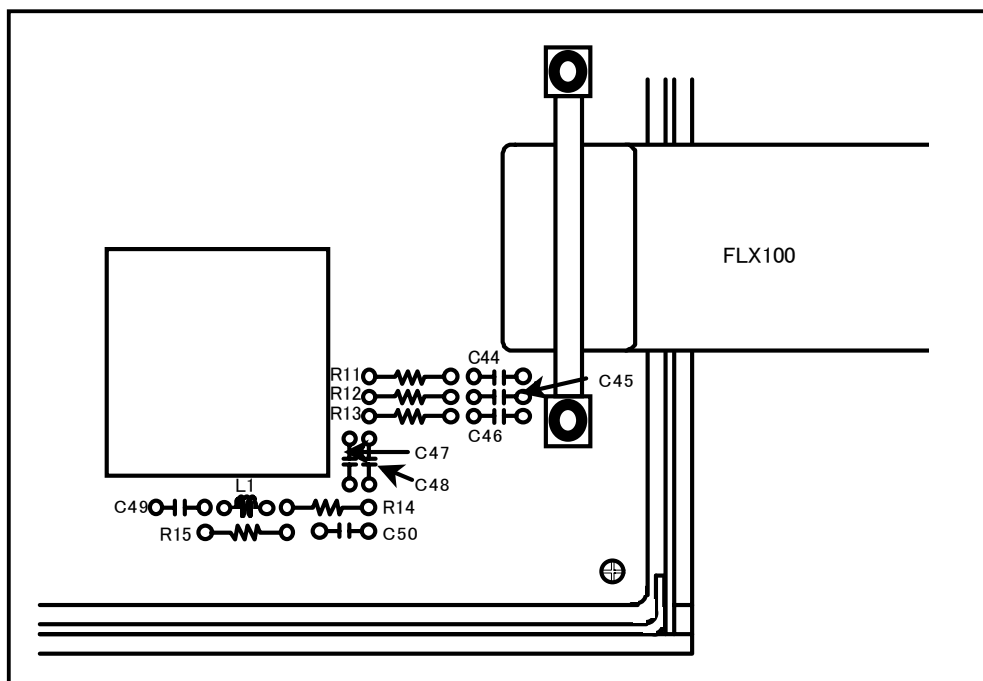
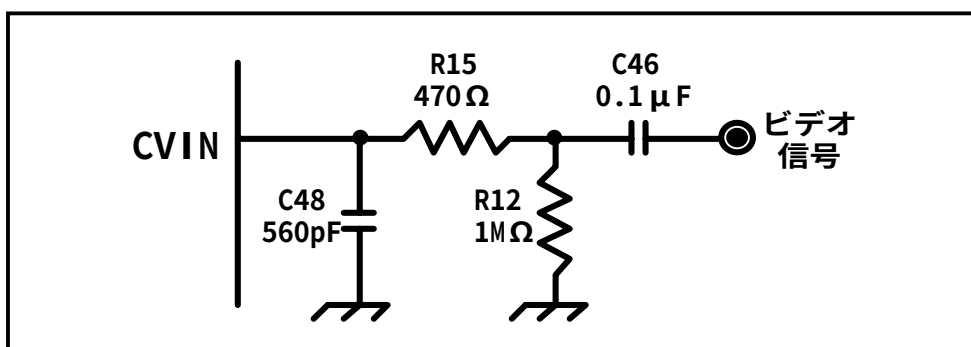
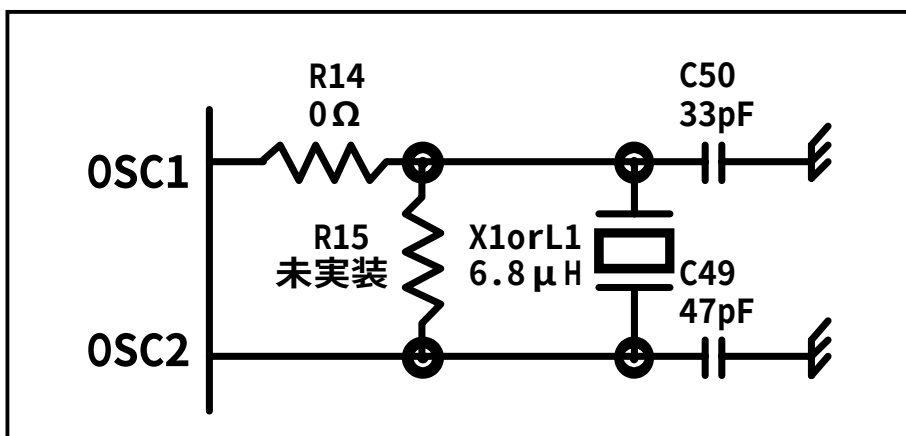

図3.8 部品配置図
図3.9 CVIN 端子信号回路
図3.12 OSC1,OSC2 端子信号回路
本製品ではデータスライサ、OSD クロック回路に使用する部品が変更可能なように、ソケット付けにしています。データスライサ、OSD クロック回路で使用する部品の部品配置を図 3.8に、回路図と初期実装部品定数を図 3.9～図 3.12に示す。
(1) CVIN 端子に接続される部品番号、部品定数及び接続回路を図 3.9に示す。
- (4) OSC1,OSC2 端子に接続される部品番号、部品定数及び接続回路を図 3.12に示す。